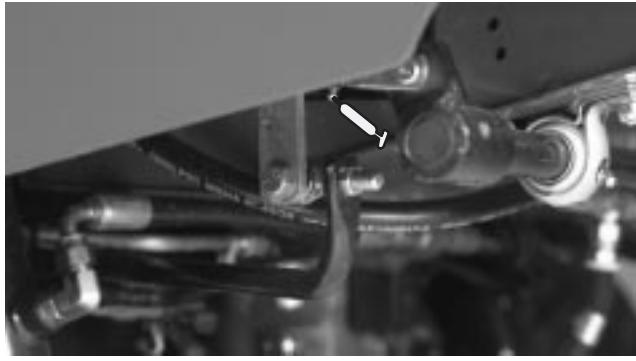

Figure 33
- Bagues de pivot de pédale de déplacement (1) (Fig. 33)